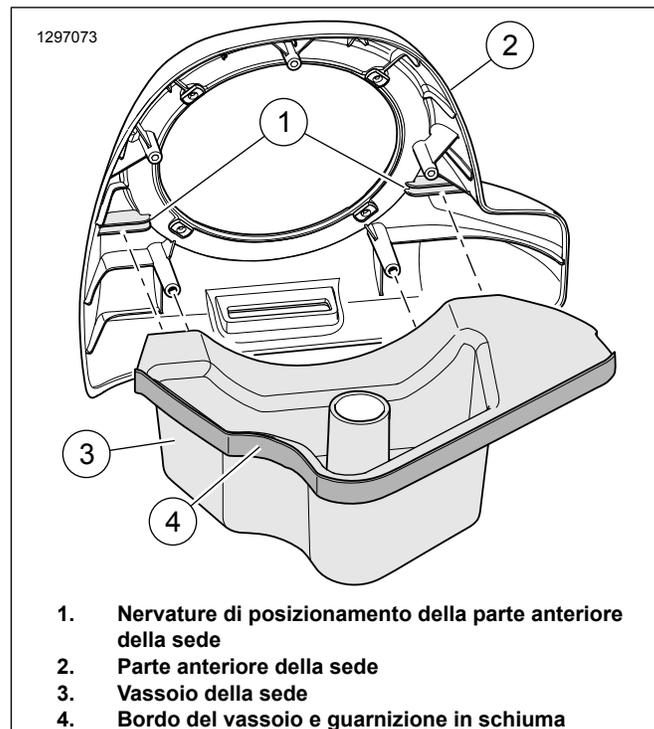

Figura 6. Gruppo della sede
6. Vedere Figura 6 Assemblare il vassoio della sede (4) sulla parte anteriore della sede stessa (2). Rimuovere la carta protettiva da un lato della guarnizione in schiuma a doppio lato (5). Installare la guarnizione di tenuta come illustrato. Rifinire e conservare la parte della guarnizione di tenuta in schiuma in eccesso per un uso successivo.